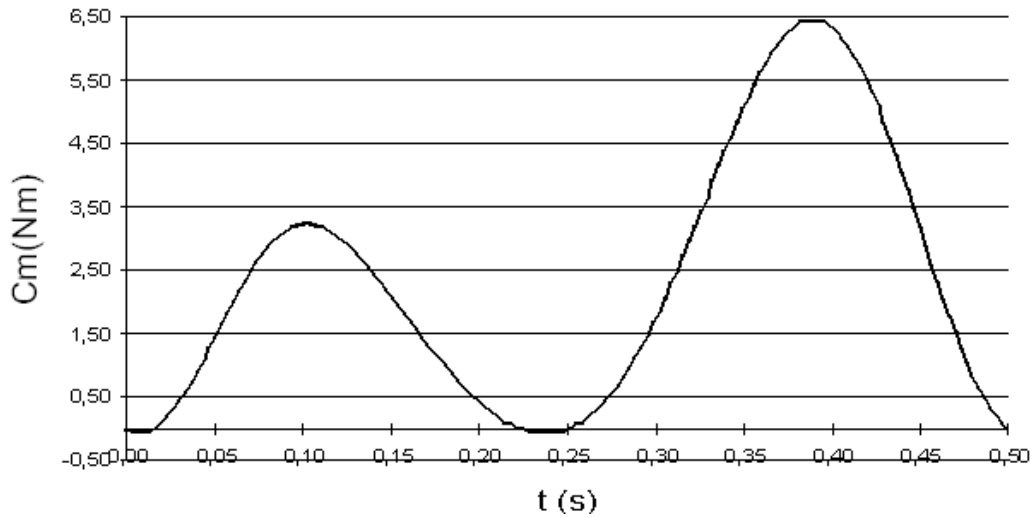

Figure 11: Solution avec ressort + amortisseur
- figure 11 : solution dans laquelle un ressort de raideur  $4 \text{ N/mm}$  est associé à l'amortisseur de constante  $1 \text{ N.s/mm}$  ;